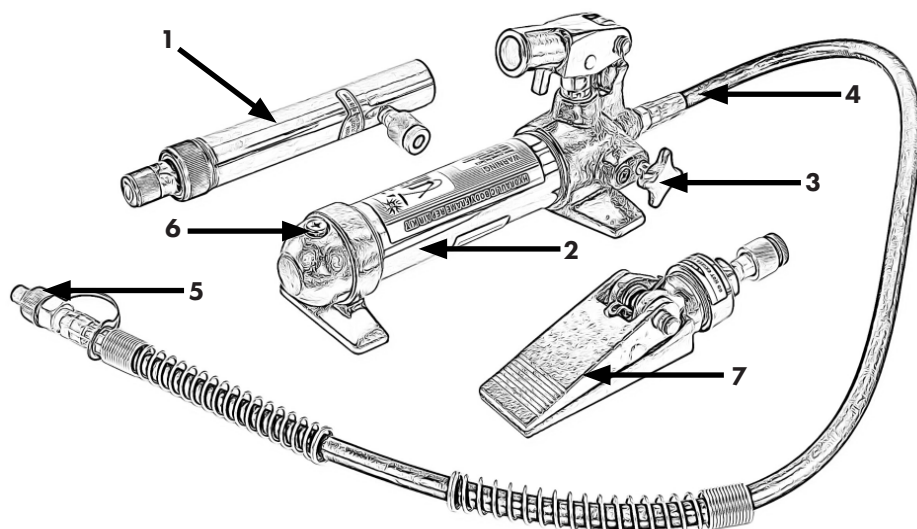

Fig. 1
Légende Figure 1
1. Retirez d'abord le bouchon d'huile (6) ainsi que l'écrou du réservoir d'huile. Prévoyez un récipient approprié pour recueillir l'huile usagée qui s'écoule. Tournez l'appareil de manière à ce que l'huile puisse s'écouler complètement du réservoir. (fig. 1)
3. Tournez l'appareil de manière à ce que le réservoir d'huile soit orienté vers le haut et fermez la vanne d'arrêt (3).
5. Fermez la vanne d'arrêt et de vidange (3) et pompez doucement la barre manuelle (position 17) vers le haut pour créer une légère pression.